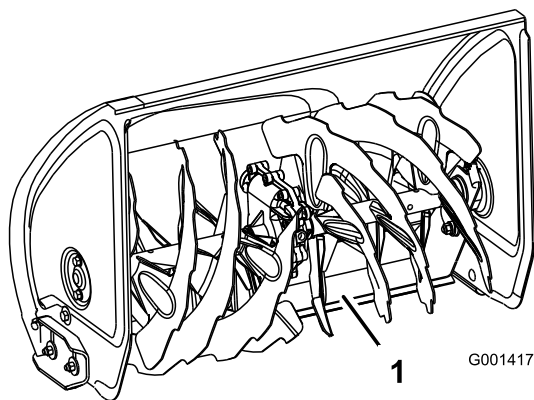

Figure 44
4. Appuyez sur le guidon pour permettre à la lame racluse pivotante d'avancer complètement, puis abaissez l'avant de la souffleuse à neige de sorte que le bord avant de la lame racluse touche le sol (Figure 44).